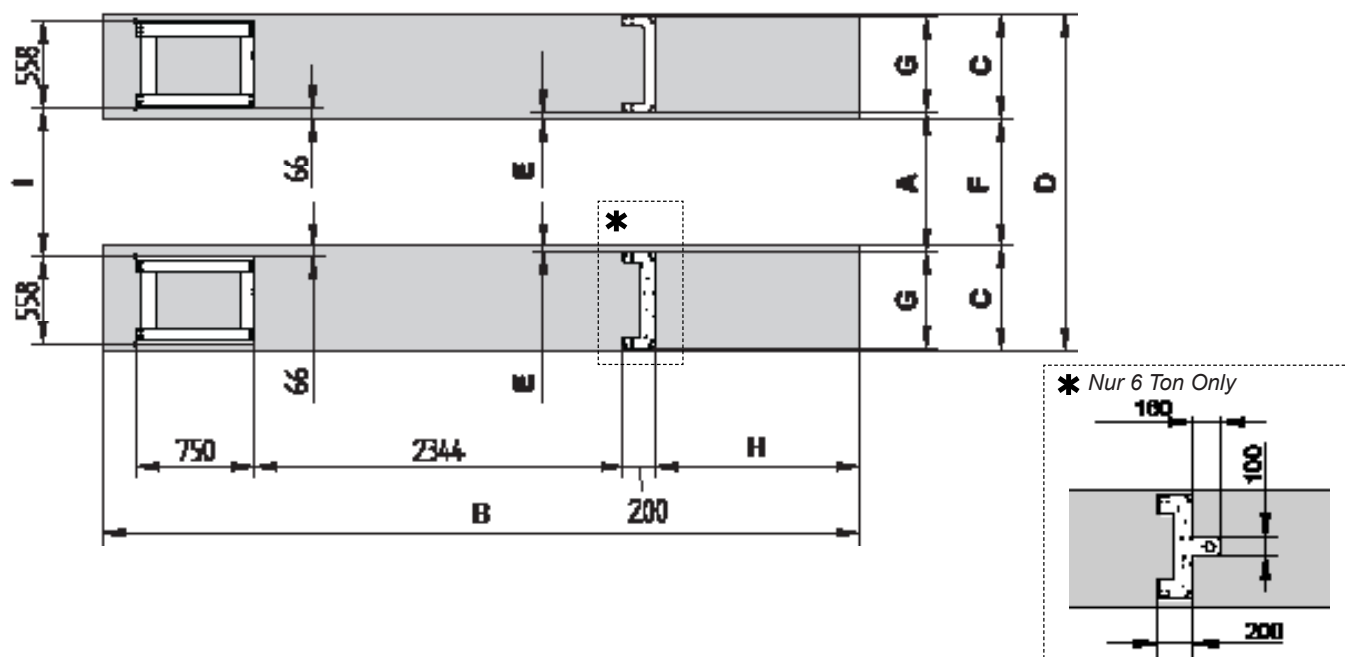

Abb. 1
- Überprüfen Sie, dass die Trittbretter parallel und rechtwinklig sind und der Innenabstand der Querträger-Führungskanten dem **Maß A** entspricht (Abb. 1): Sollte dies nicht der Fall sein, müssen Sie entsprechend auf die Sockel einwirken, um ihre Ausrichtung und ihren Längsabstand zu erhalten.
- Bringen Sie die Trittbretter auf den Boden und überprüfen Sie erneut das **Maß A** (Abb.1).